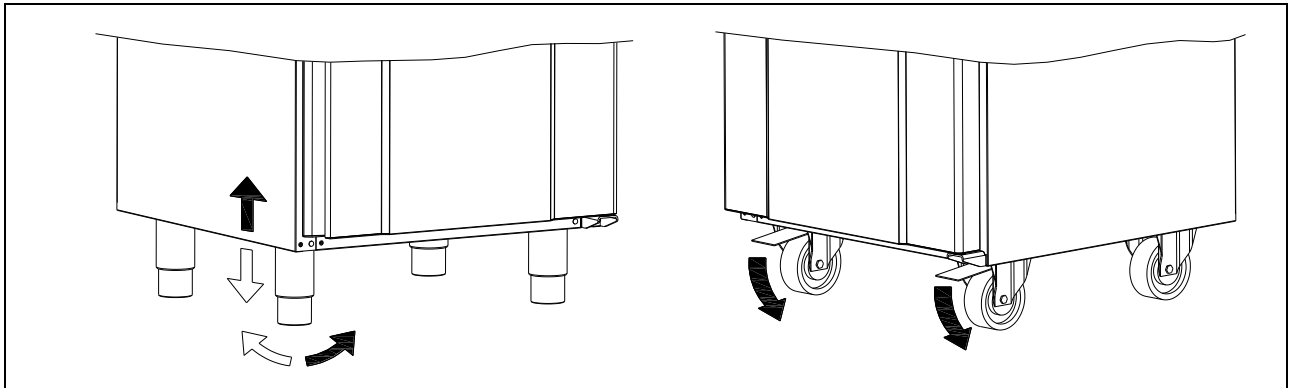

Fig. 2
Om enheten försetts med ben ska enheten nivelleras så att den står helt plant. Nivelleringen genomförs med hjälp av enhetens ben. (se Fig.2)
Om enheten försetts med hjul ska de två (2) främre hjulens låsanordning aktiveras, när enheten är placerad. Underlaget ska vara plant och enheten får inte placeras på ramar eller liknande. (se Fig.2)